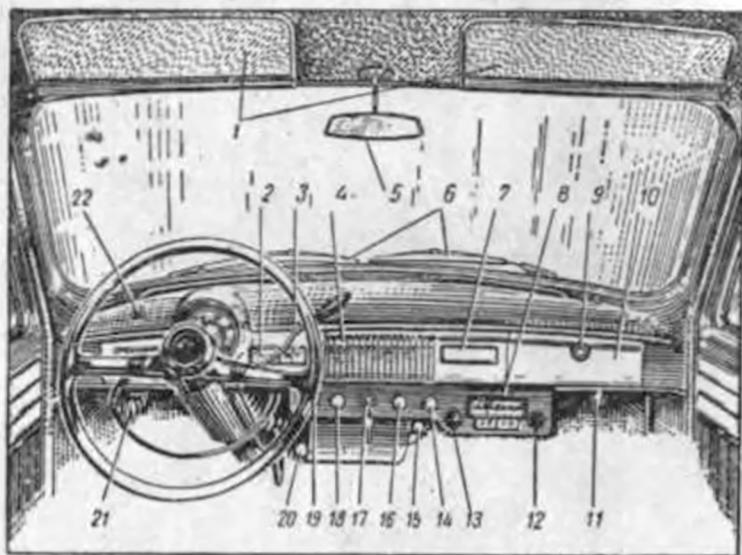

Рис. 5. Панель приборов и оборудование места шофера:
Для контроля за работой переключателя предусмотрена лампочка *а 22* (см. рис. 5) с рассеивателем красного цвета, дублирующая мигающий свет указателей поворотов.
**Рукоятка *21*** (см. рис. 5) управления жалюзи радиатора.
Кнопка 19 (см. рис. 5) центрального переключателя света (ползункового типа). Кнопку можно устанавливать в одно из следующих фиксируемых положений:
**Ручка 16** (см. рис. 5) **включателя электродвигателя вентилятора отопителя кузова.** При вращении ручки по часовой стрелке включатель обеспечивает различное число оборотов в минуту якоря электродвигателя вентилятора (с помощью реостата, объединенного с включателем). К регулировке скорости вращения вентилятора прибегают для изменения интенсивности подачи наружного воздуха к теплообменнику отопителя через люк отопления и вентиляции кузова, крышка которого должна быть открыта.
**Комбинация приборов**, расположенных справа, состоит из указателя 2 (см. рис. 5) давления масла в системе смазки двигателя и указателя 3 температуры жидкости, охлаждающей двигатель.
**Радиооборудование** состоит из антенны, приемника, блока питания, репродуктора и высокочастотного кабеля для соединения приемника с антенной. Репродуктор размещен за декоративной решеткой 4 (см. рис. 5) панели приборов.